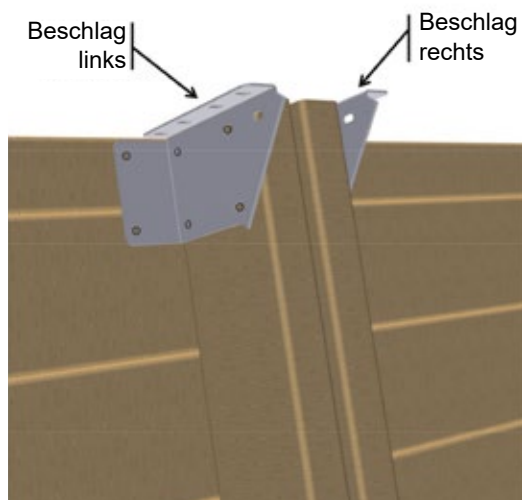

Abbildung 19 – Positionierung der Beschläge am oberen Ende der Streben
- Bringen Sie am oberen Ende der Streben vier «rechte» und vier «linke» Beschläge aus dem Kit «Befestigungselemente» wie in **Abbildung 19** an. Verwenden Sie 6 Torx-Gewindeschrauben 6 x 20 aus A2 Edelstahl (Pack G) pro Beschlag, also insgesamt 96 Schrauben.